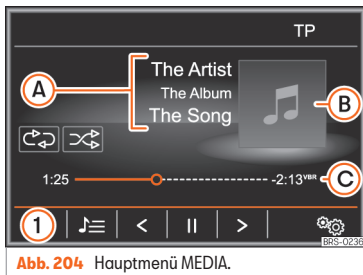

Abb. 204 Hauptmenü MEDIA.
- Drücken Sie die Infotainment-Taste **MEDIA**, um das Hauptmenü *Medien* zu öffnen »» **Abb. 204**.